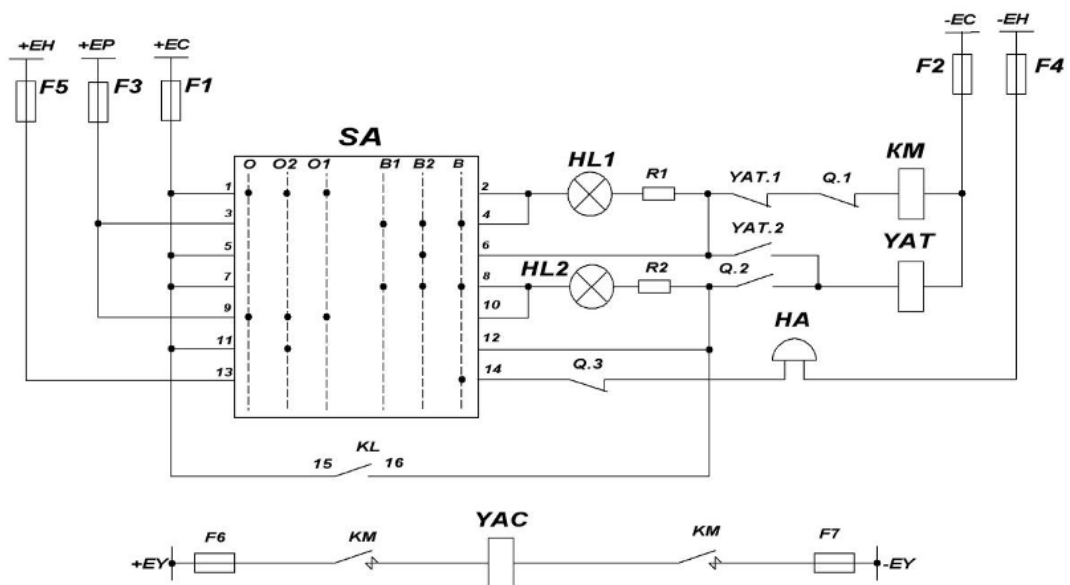

Рисунок 6 - Схема управления высоковольтным выключателем с электромагнитным приводом с помощью различных элементов автоматики
24. Опишите работу схемы управления высоковольтным выключателем с электромагнитным приводом (рисунок 6).
25. Опишите работу высоковольтного выключателя с электромагнитным приводом при аварийном отключении защитой (рисунок 6).